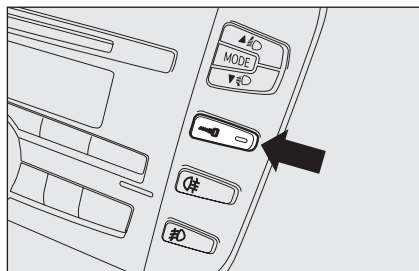

fig. 13
- ☐ pulsante **fig. 13** di blocco/sblocco porte ubicato sulla mostrina centrale;